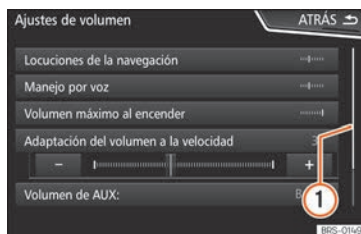

Fig. 145 Entradas de una lista de un menú de ajustes.
La barra de desplazamiento se muestra a la derecha y su tamaño depende de las entradas de la lista » **fig. 145 ①**.